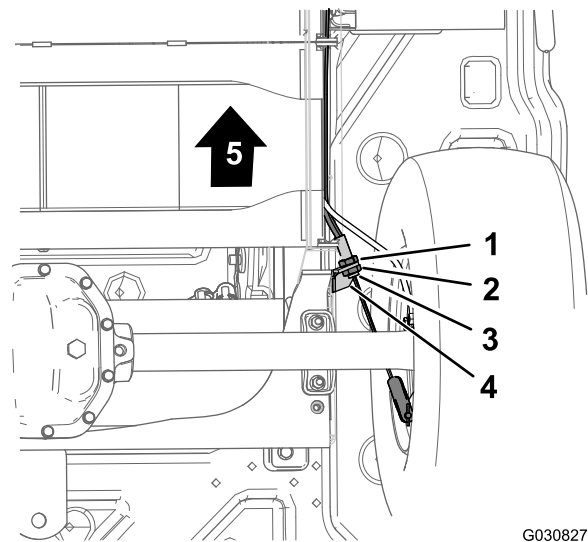

Figure 48
3. Au bas de la machine, desserrez de 4 trous l'écrou de blocage arrière du régleur fileté sur le câble de frein de stationnement (Figure 48).
4. Resserrez l'écrou de blocage avant (Figure 48).
- A. Desserrez d'un tour l'écrou de blocage avant (Figure 48) du régleur fileté du câble de frein de stationnement.
- B. Resserrez l'écrou de blocage arrière (Figure 48).
- A. Desserrez d'un tour l'écrou de blocage arrière (Figure 48) du régleur fileté du câble de frein de stationnement.
- B. Resserrez l'écrou de blocage avant (Figure 48).